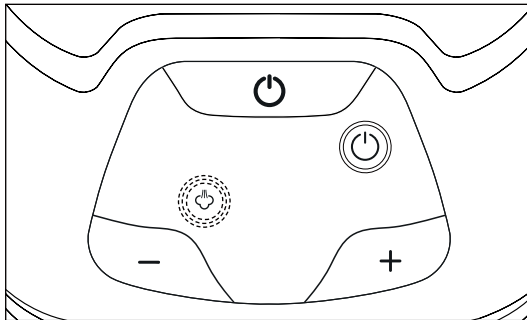

Fig. 6
- 2) Pulse el botón de encendido/apagado **13** para encender el aparato. Tras esto, el piloto de control de encendido/apagado **14** se ilumina en azul y el piloto de control del vapor **bajo 18** parpadea en azul (consulte la fig. 6).